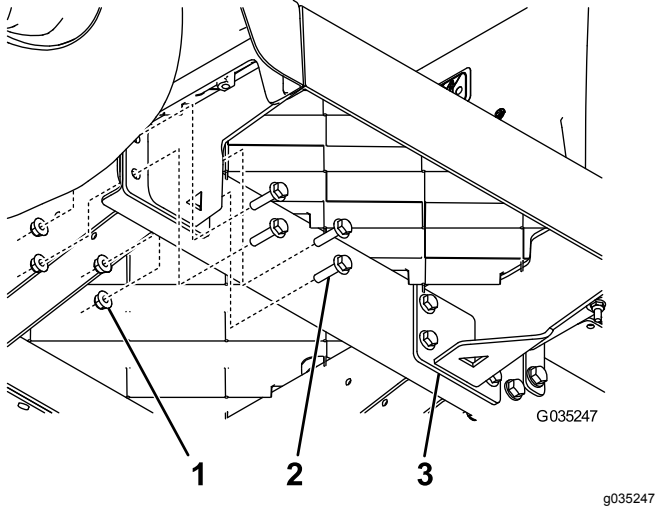

Figura 5
- Instale um novo suporte da placa do piso com oito parafusos de cabeça flangeada (5/16 pol. x 1¼ pol.) e oito porcas flangeadas (5/16 pol.), como se mostra na Figura 5.
- Instale o outro novo suporte da placa do piso utilizando oito parafusos de cabeça flangeada (5/16 pol. x 1¼ pol.) e oito porcas flangeadas (5/16 pol.), como se mostra na Figura 5.